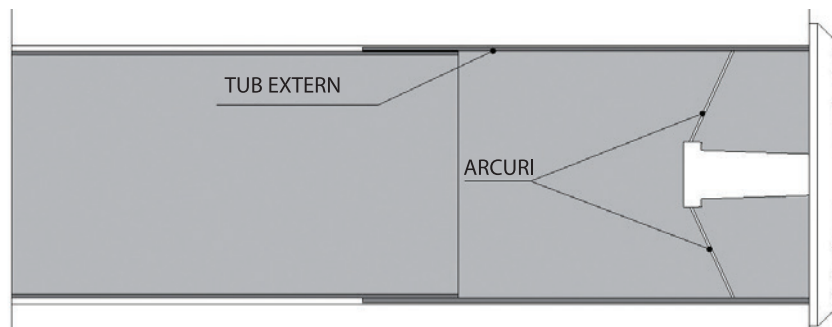

Figura 6
2. Introduceți grila prin interior pliată și comprimând arcurile în tubul exterior (Figura 6)